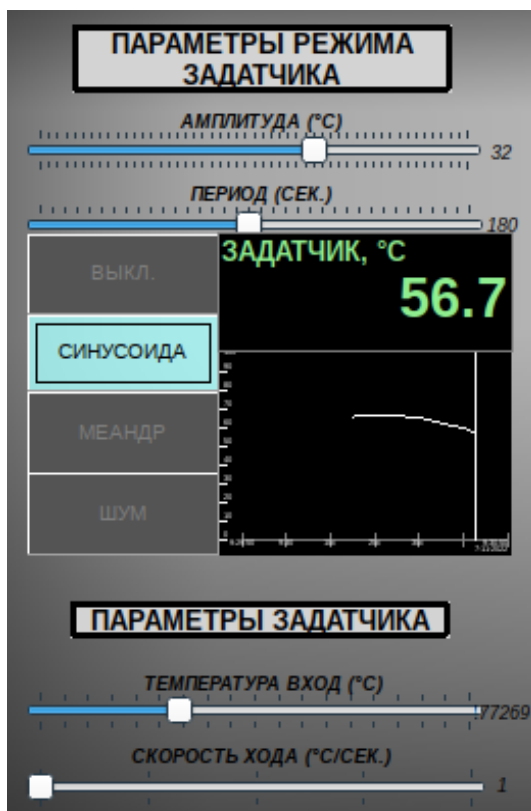
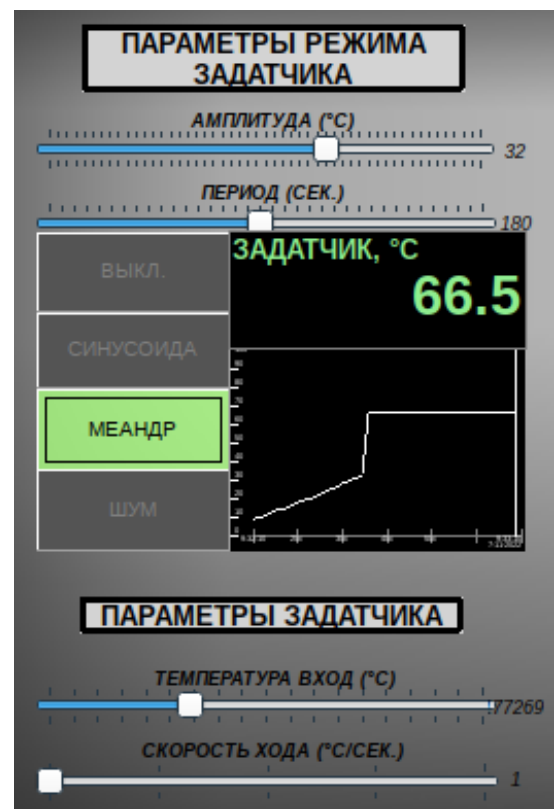

Рис. 39
Рис. 40
- при выборе режимов «Синусоида» (рис. 39) и «Меандр» (рис. 40) настройке будут доступны следующие параметры: амплитуда ( $^{\circ}\text{C}$ ) и период (сек);